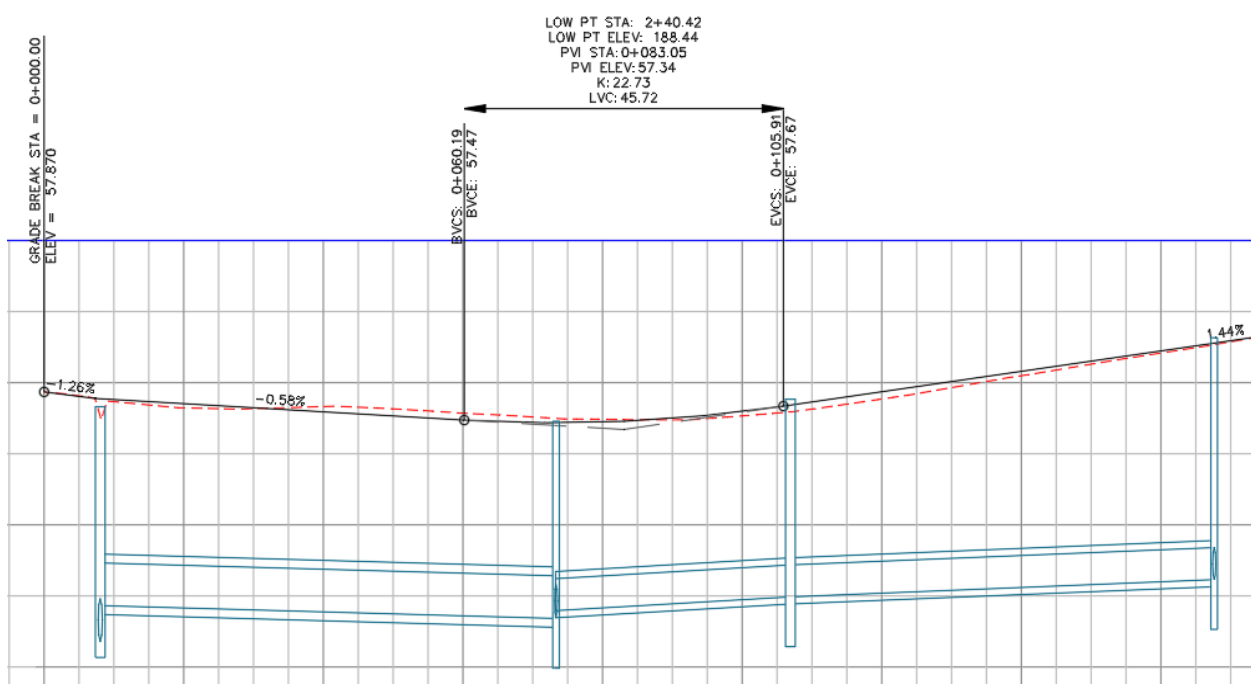

Рис. 1.18. Трубы на виде профиля показаны с отображением внутренних и наружных стенок
72. В диалоговом окне **Выбор стиля трубы** выберите *C-STRM – Walls In Profile*. Нажмите **ОК**. Изображение труб на виде профиля изменяется: теперь показаны внутренние и наружные стенки труб (рис. 1.18).